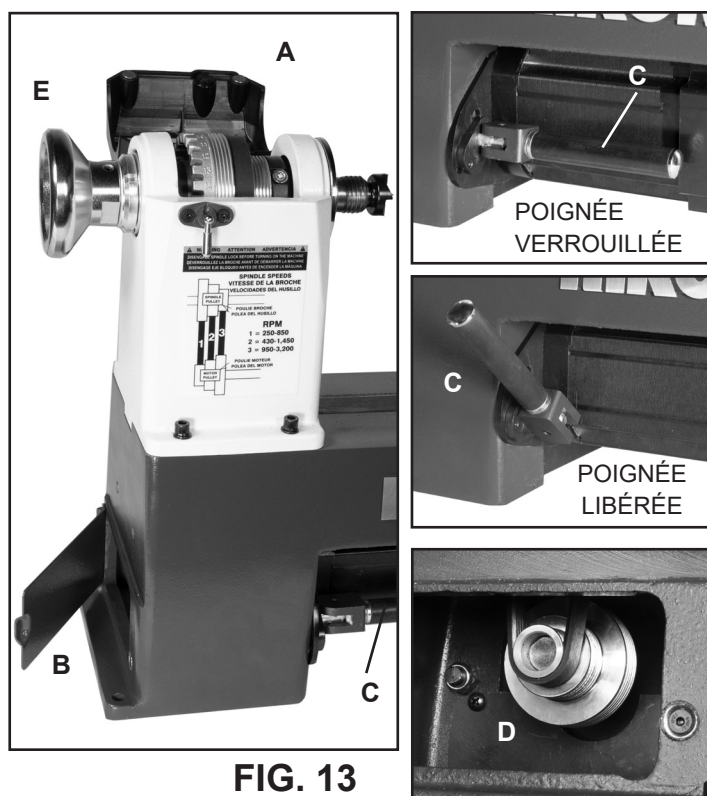

FIG. 13
2. Ouvrez le capot de la poupée fixe (#14BA, FIG. 13, A) et la porte d'accès de la base du tour à gauche (#4A, B) pour accéder à la courroie et aux poulies à l'intérieur.
- Tirez la poignée vers l'avant pour dégager. FIG. 13, C.
4. Retirez la courroie (#38B) de la poulie du moteur (#24A; FIG. 13, D). **NOTE:** Si on ne conserve pas l'ancienne courroie, on peut simplement la couper à ce moment.
5. Pour retirer le volant (#1B, FIG. 13, E), desserrez les deux (2) vis de blocage (#2B). Utilisez ensuite la clé de 38mm sur la partie plate de la broche, et desserrez à la main le plateau de la broche. Tournez le volant en sens anti-horaire pour le retirer complètement de la broche.